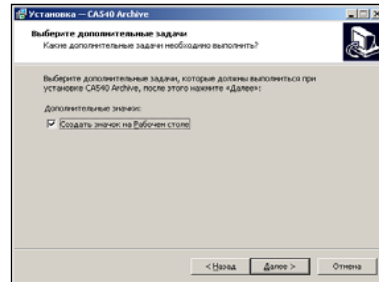

Рисунок 8.15
4) На экране появится окно (рисунок 8.15). Сделать установку, как показано на рисунке, либо отказаться от создания значка на Рабочем столе, затем щелкнуть по кнопке **Далее >**.